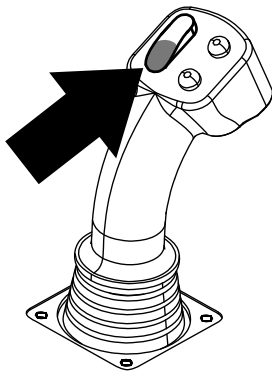
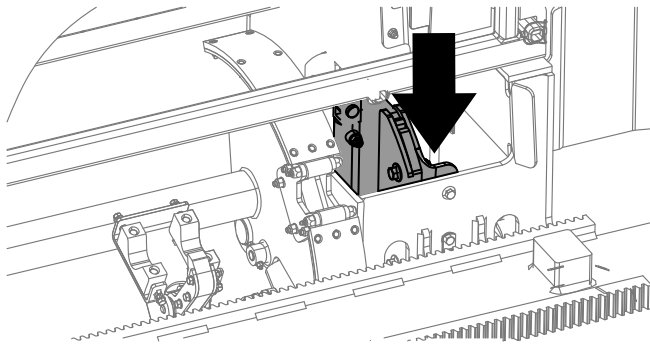

Bild 27
Bild 28
3. Halten Sie den unteren Teil des Kippschalters (Bild 27), bis die Nocke sich zur ausgewählten Reihe dreht und der Rohrlader das Rohr in die Öffnung absenkt (Bild 28).